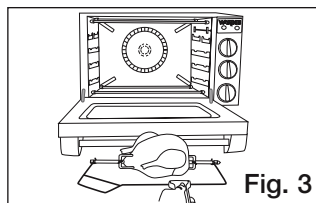

Fig. 3
8. Si desea utilizar el temporizador, programe el tiempo de cocción (hasta 120 minutos) Si el tiempo de cocción es inferior a 20 minutos, gire la perilla en sentido horario hasta “ 20 minutos”, luego en el sentido opuesto hasta el tiempo deseado. Si no desea utilizar el temporizador, ponga la perilla en la posición OVEN ON (I) . Nota: Le aconsejamos que cocine el pollo durante 10 minutos más que el tiempo indicado en la receta para permitir que el horno precaliente.
10. Utilice el mango del asador giratorio para sacar el pollo del horno (Fig.3). Coja el mango con guante, manopla o agarradero.